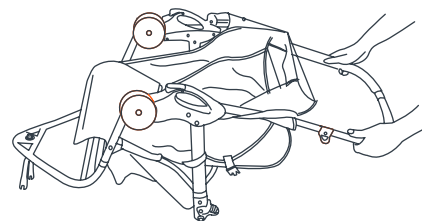

Fig. 1
1) Appuyez la poussette vers l'arrière de manière à ce qu'elle repose sur l'essieu arrière et la poignée et que les fourches avant pointent vers le haut (Fig. 1).